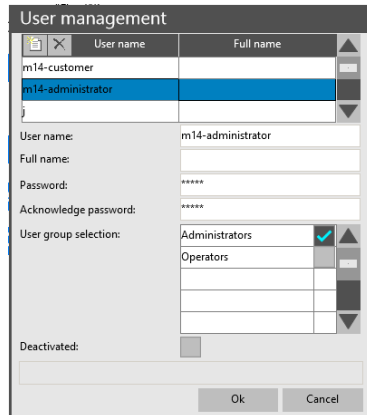

Bild 32: Benutzerverwaltung
**Benutzer-** Die Standard-Benutzerdaten sollten Sie unbedingt durch eigene ersetzen. Durch Klick auf „Users“ gelangen Sie zur Benutzerverwaltung (Bild 32). Hier können Sie Benutzer löschen oder neue anlegen. Markieren Sie zunächst durch Mausklick eine leere Zeile in der Benutzerliste. Tragen Sie bei „User name“ einen neuen Benutzernamen ein. Optional können Sie unter „Full name“ noch eine Langform ergänzen. Dann geben Sie zweimal das gewünschte Passwort ein und wählen die Benutzergruppe „Administrators“. Durch Klick auf das Symbol oben links („Add or insert user“) fügen Sie den neuen Benutzer hinzu.